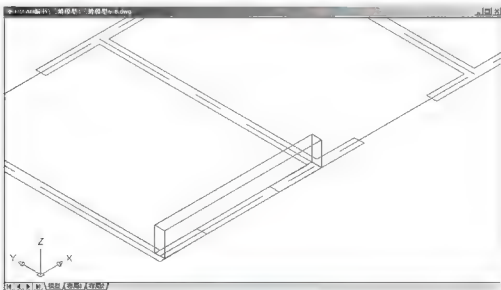

图 6.8 改变墙体的厚度
(4) 利用【对象特性管理器】对话框将厚度修改为 “600”，结果如图 6.8 所示。